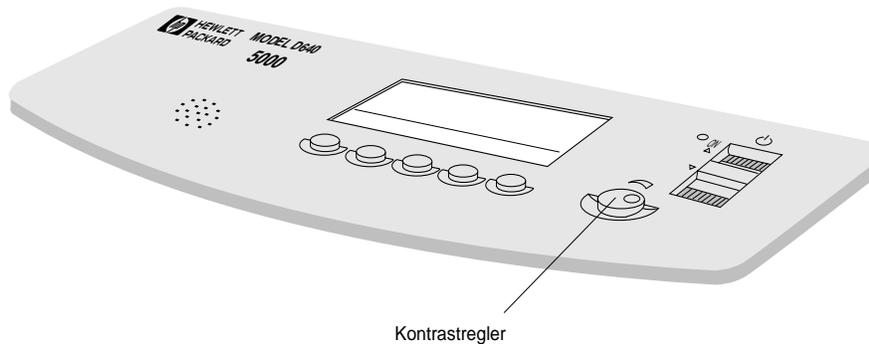

Abbildung 2-43 Kontrastregler
6. Wenn auf der Anzeige keine Angaben erkennbar sind, drehen Sie den Kontrastregler auf die Position 14.00 Uhr (siehe Abbildung 2-43).